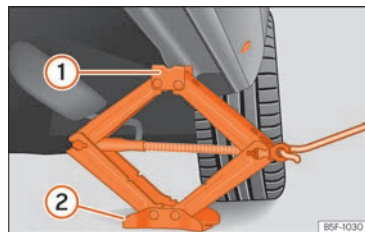

Fig. 199 Larguero: colocación del gato del vehículo.
- Gire la manivela del gato, situado bajo el punto de apoyo del larguero, para elevarlo hasta que la pestaña ① >>> **fig. 199** quede situada bajo el alojamiento previsto.
- Alinee el gato de modo que la pestaña ① “agarre” en el alojamiento previsto del larguero y la placa base móvil ② quede apoyada en el suelo. La placa base ② debe caer en la vertical respecto al punto de apoyo ①.